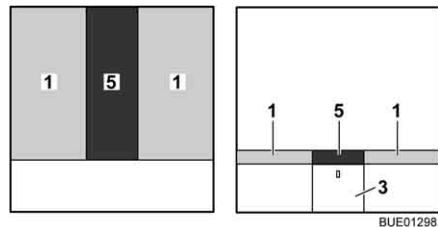

Bild 115 Nach dem Umbau
- Das Zusatzpolster (Bild 115,5) zwischen die Matratzen (Bild 115,1) legen.